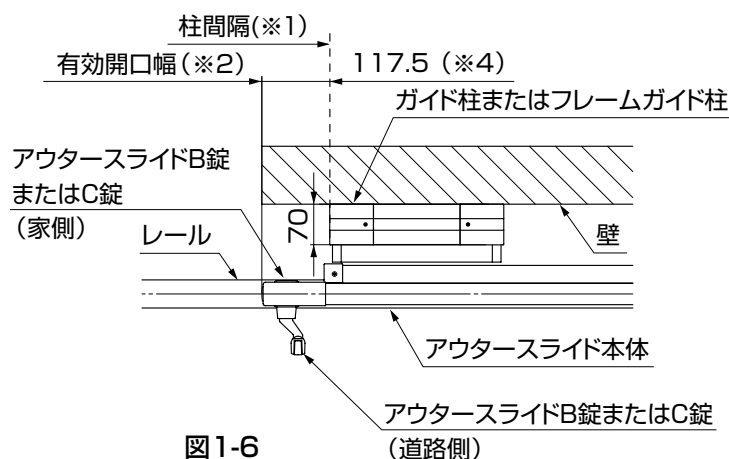

図1-6
- アウタースライドB錠またはC錠を使用する場合は、壁の位置を有効開口幅に合わせることができます。(※4) (図1-6参照)